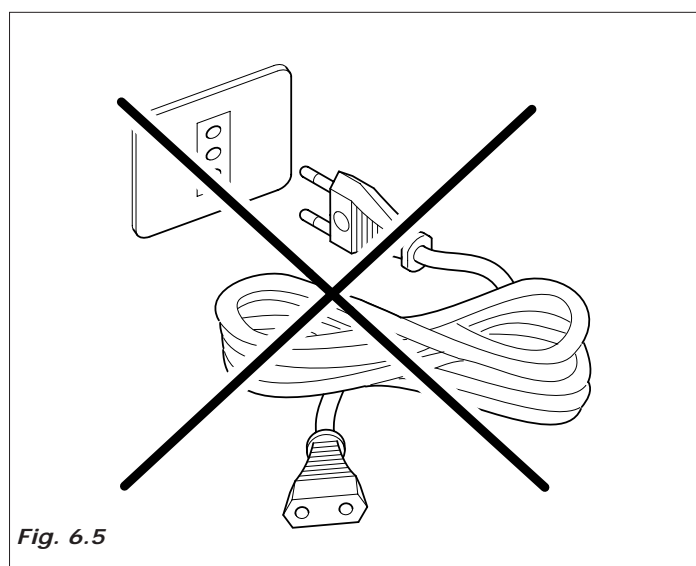

Fig. 6.5
- As tomadas não compatíveis com a do aparelho devem ser substituídas (Fig. 6.5).